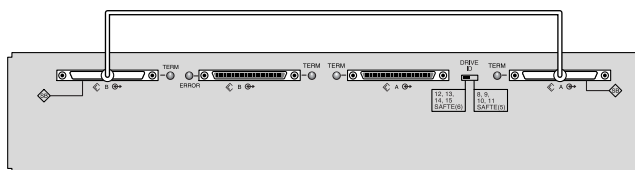

図 4-8 単一バス JBOD のケーブル配線
2. 図 4-8、図 4-9、または 図 4-10 に示すように、SCSI ケーブルで JBOD アレイをホストサーバーに接続します。